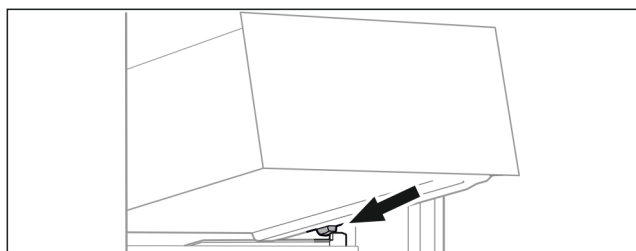

Fig. 15
- ▶ Założyć szufladę pod skosem za stoperami na zębro pojemnika Fig. 15 ().